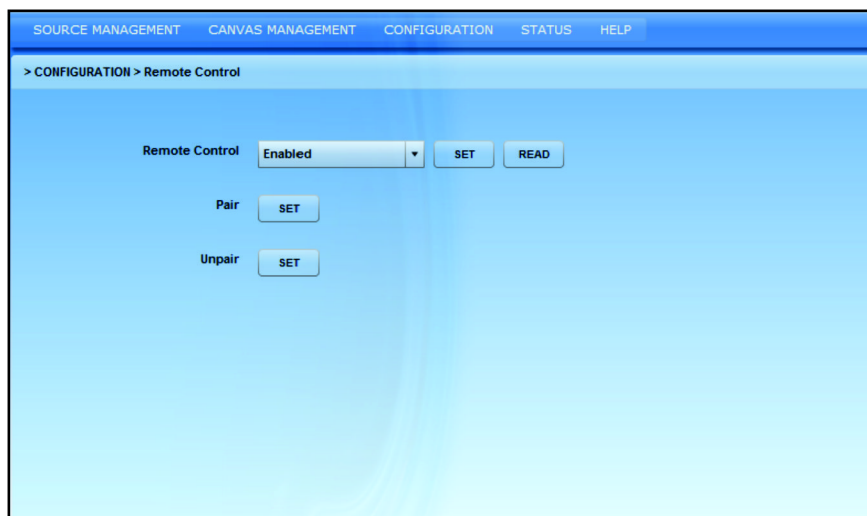

Рис. 3-42 Окно Пульт дистанционного управления
2. Для привязки и отвязки пульта управления необходимо включить этот пульт в меню **Пульт управления** (Рис. 3-42). По умолчанию параметры **Привязать** и **Отменить привязку** отключены.